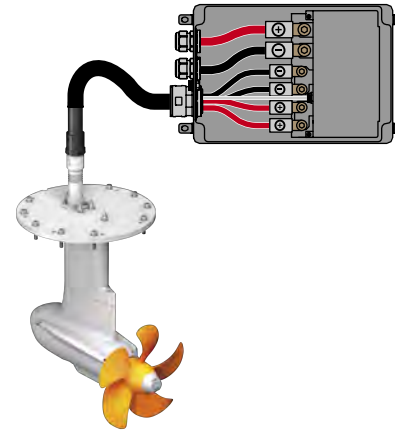

Abb. 13: Verkabelung Elektronikbox
1. Lösen Sie die Schrauben (1) der Elektronikbox, um diese zu öffnen.
4. Schließen Sie die Leistungskabel an den jeweilig gekennzeichneten Polen an (rot=+, schwarz=-; 10 Nm), **siehe "Abb. 13: Verkabelung Elektronikbox"**.
5. Schließen Sie das Motorkabel an den Motorsteuerungsanschluss (6) an.